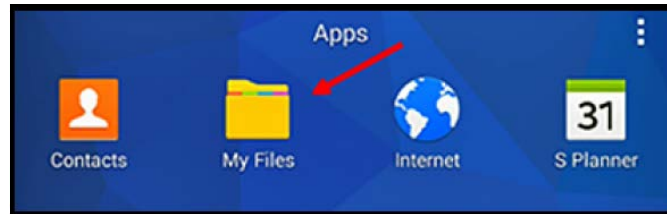

图 55: “我的文件” 文件夹
1. 在平板电脑屏幕上打开 “我的文件” 文件夹，选择 SD 文件夹中的 APP （请参见下面的 图 55）。